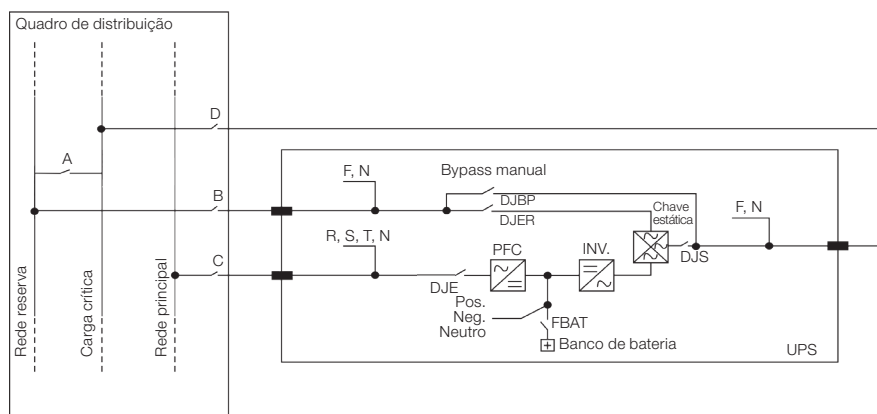

Figura 2.5: Configurações possíveis de entrada/saída do UPS
Para a conexão do equipamento à rede elétrica, recomenda-se utilizar uma das configurações apresentadas na Figura 2.5 na página 2-10. Os disjuntores B-C-D são termo-magnéticos sem proteção diferencial. Caso isso seja necessário, os mesmos devem possuir uma corrente de atuação superior a 0.3 A, tipo retardado e adequado para cargas de corrente contínua (tipo A). A capacidade (kVA) deve ser igual ou maior do que a capacidade do equipamento, indicada na etiqueta do número de série, conforme Seção 2.6 ETIQUETA DE IDENTIFICAÇÃO DO UPS na página 2-6. O disjuntor A é usado como Bypass externo.
- Após, instalar os disjuntores tetrapolares, em conformidade com as normas vigentes, com Curva C, conforme indicado na Figura 2.5 na página 2-10.